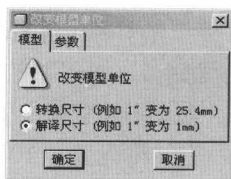

图 1.15
- ② 然后在“单位制”选项卡中选择“毫米牛顿秒 (mmNs)”。
- ③ 接着单击【设置】按钮，弹出【改变模型单位】对话框，如图 1.15 所示。选择【解释尺寸(例如 1" 变为 1mm)】单选按钮，如图 1.15 所示。